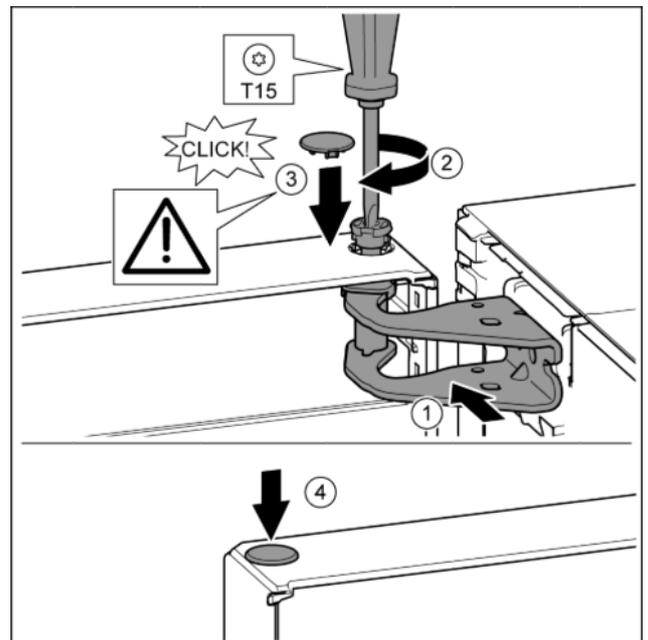

Fig. 16
- ▶ Tür oben zur Öffnung im Lagerbock ausrichten. Fig. 16 (1)
- ▶ Bolzen einsetzen und mit Schraubendreher T15 festschrauben. Fig. 16 (2)
- ▶ Sicherheitsabdeckung zur Sicherung der Tür montieren: Sicherheitsabdeckung einsetzen und Kontrollieren ob sie auf der Tür aufliegt. Ansonsten Bolzen vollständig einsetzen. Fig. 16 (3)
- ▶ Stopfen einsetzen. Fig. 16 (4)